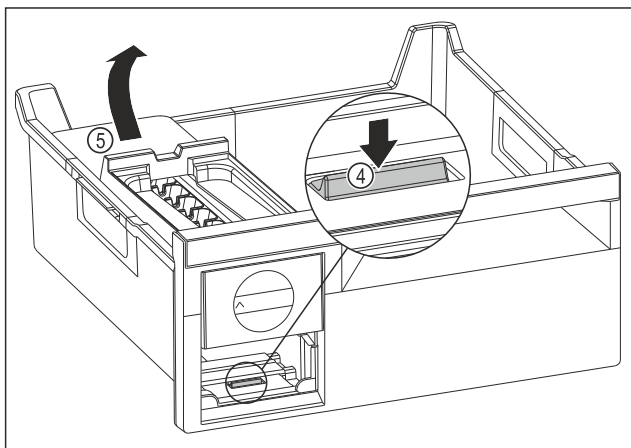

Fig. 91
- ▶ Изваждане на корпуса на EasyTwist-Ice: Натиснете езичето Fig. 91 (4) с пръст надолу и едновременно с това с другата ръка повдигнете корпуса на EasyTwist-Ice Fig. 91 (5) отзад.